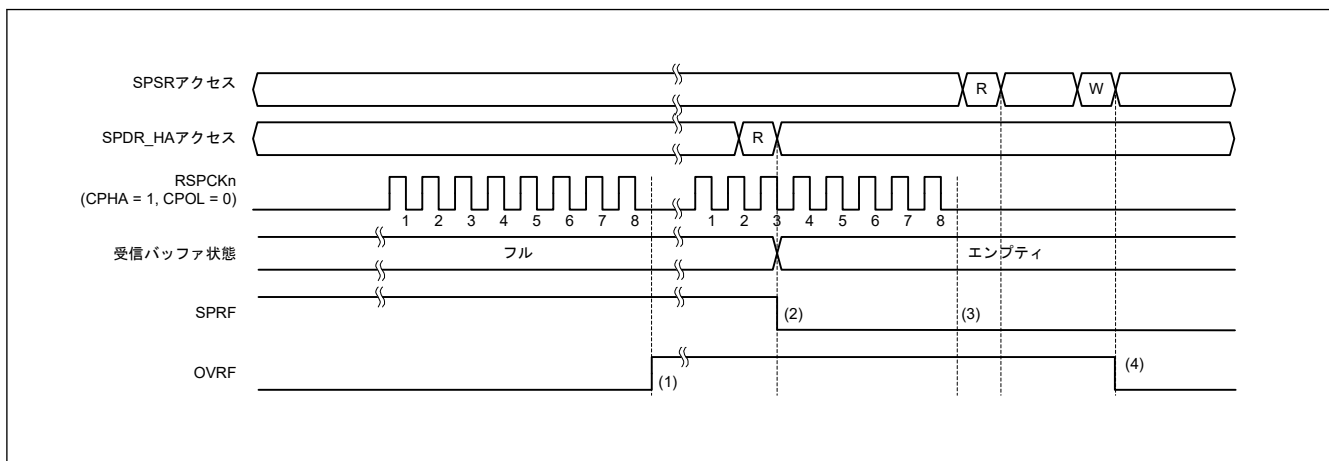

図 32.37 OVRF フラグおよび SPRF フラグの動作例
図 32.37 に OVRF フラグと SPRF フラグの動作例を示します。図 32.37 に示す SPSR アクセスと SPDR_HA アクセスは、それぞれ SPSR レジスタと SPDR_HA レジスタへのアクセス条件を示します。W は書き込みサイクル、R は読み出しサイクルを示します。この例では、SPCMDm.CPHA ビットが 1、SPCMDm.CPOL ビットが 0 の設定で、SPI が 8 ビットのシリアル転送を実行しています。RSPCKn 波形の下に記載した数字は RSPCK サイクル数 (= 転送ビット数) を示しています。
以下に、図 32.37 の (1) ~ (4) に示したタイミングでのフラグの動作内容を説明します。